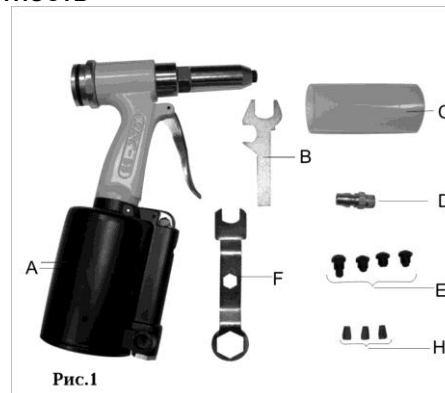

Рис.1
В комплект поставки входит (Рис. 1):
- 6.3. На наконечнике (4) Рис. 2, используя специальный рожковый ключ (B) Рис. 1, установить насадку (5) Рис. 2 подходящую для работы с заклёпками определенного диаметра (см. раздел 3). На каждой из насадок комплекта (E) Рис. 1 имеется соответствующее цифровое обозначение.
По мере износа кулачков (9) Рис. 3 необходимо своевременно производить их замену. В комплектности предусмотрен дополнительный комплект кулачков (Н) Рис. 1.
- С помощью накидного ключа (F) Рис. 1, открутить (против часовой стрелки) наконечник (4) Рис. 2.
- С помощью ключа (B) Рис. 1, открутить (против часовой стрелки) зажимную втулку (10) Рис. 3.
- С помощью рожкового ключа (B) Рис. 1, проверить правильности регулировки положения кулачков (9), как показано на Рис. 4.
- С помощью накидного ключа (F) Рис. 1, закрутить (по часовой стрелке) наконечник (4) Рис. 2.